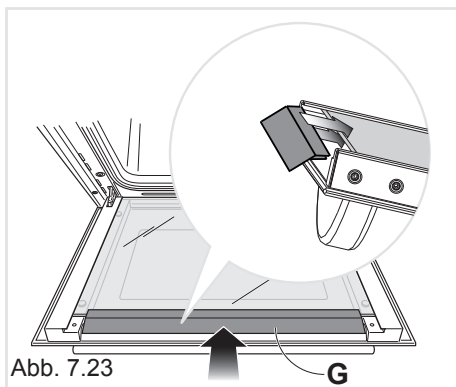

Abb. 7.23
- Schieben Sie die Luftleitblech **"G"** wieder an ihren Platz (Abb. 7.23).